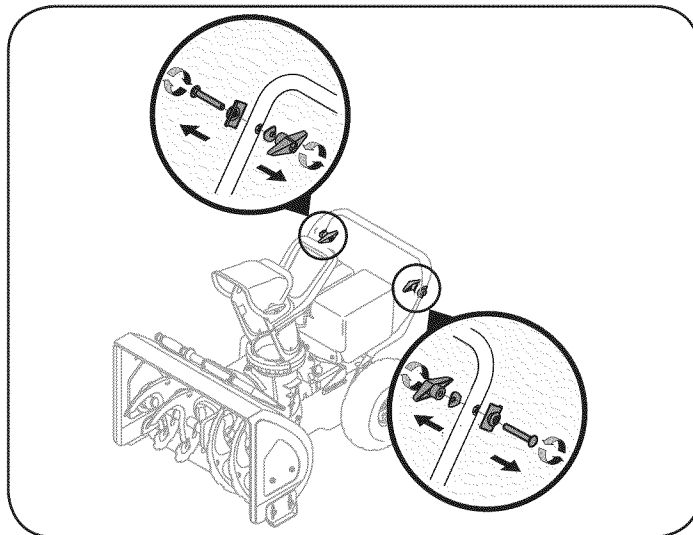

Figura 1
1. Afloje la perilla de aletas, la arandela cóncava, la lengüeta de la barra de control y el tornillo del carro que están a ambos lados de la barra de control inferior y retírelos. Vea la Figura 1.